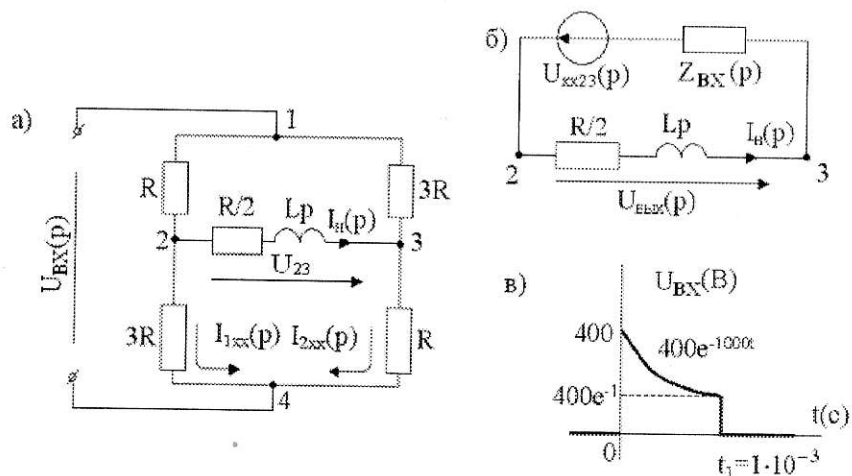

Рис. 7
Найдем передаточную функцию, а также переходную и импульсную характеристики для цепи рис.7 а, приняв $X_{вх}(p) = U_{вх}(p)$, $X_{вых}(p) = U_{вых}(p) = U_{23}$.
4. Реакция на импульсное воздействие рис.7,в:
Пусть для цепи рис.7,а $R=150$ Ом, $L=0,1$ Гн, тогда $h(t) = \frac{1}{8} + \frac{3}{8} e^{-3000t}$.